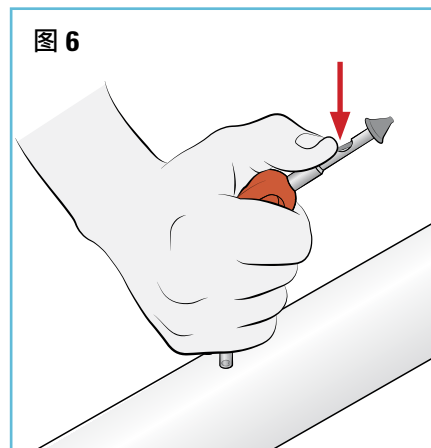

图 6
- 握住工具把手，用拇指按住 NetaFix 修复堵头的尾部 (图 6)。